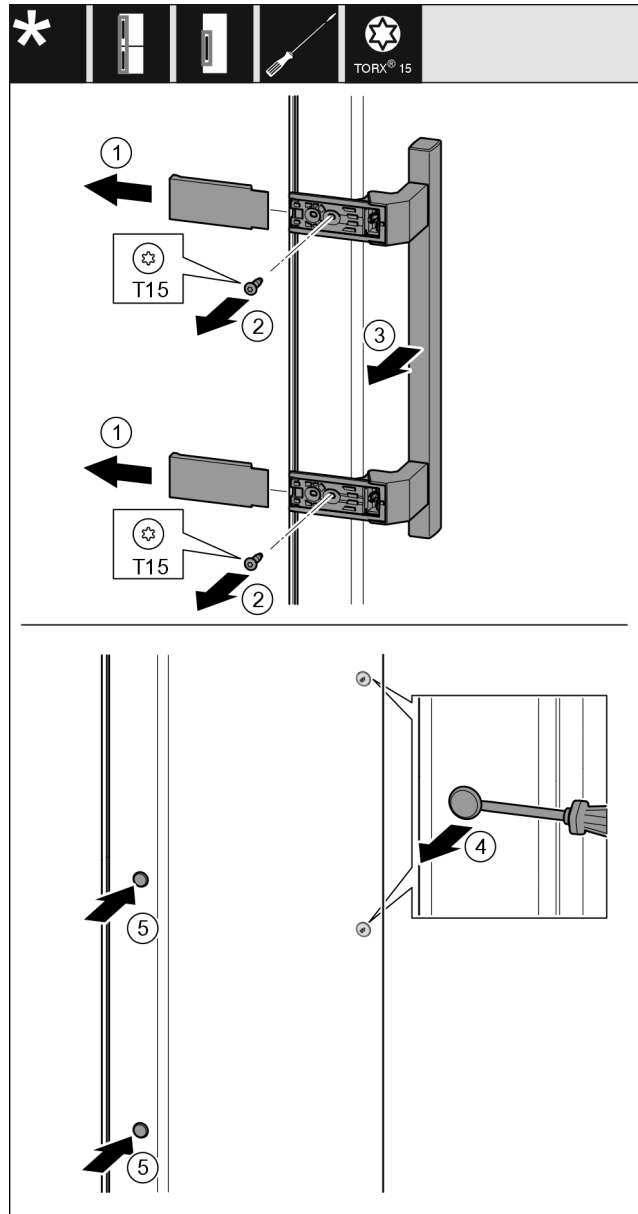

Fig. 21
- ▶ Trekk av dekselet Fig. 21 (1).
- ▶ Skru ut skruene Fig. 21 (2) med en skrutrekker.
- ▶ Ta av håndtaket Fig. 21 (3).
- ▶ Løft pluggene på siden Fig. 21 (4) forsiktig med en skrutrekker og trekk dem ut.
- ▶ Sett igjen inn pluggen Fig. 21 (5) på den andre siden.